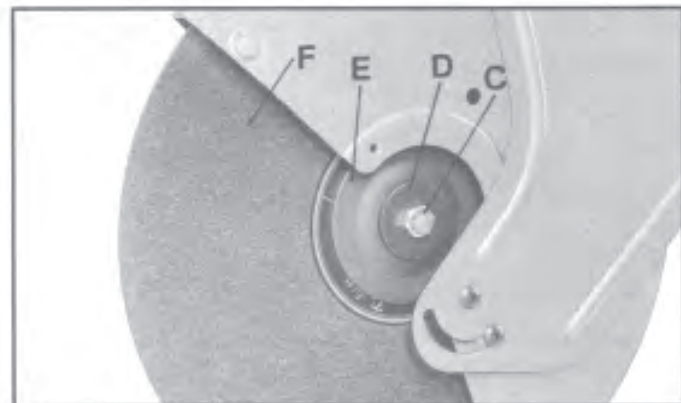

Fig. 23
4. Utiliser la clé fournie pour desserrer le boulon FIG.23 en tournant dans le sens horaire, enlever le boulon (C), la rondelle (D), la flasque extérieure (E) et le disque (F). **NE PAS ENLEVER LA FLASQUE ARRIERE DU DISQUE.**